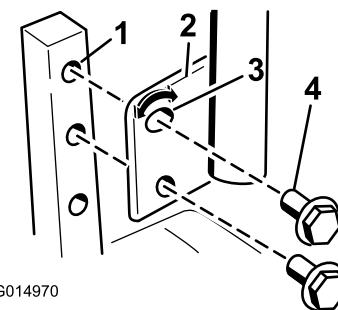

Figura 31
- Retire los 2 pernos y las 2 arandelas que sujetan la palanca de control al brazo de la palanca de control (Figura 31).
- Mueva la palanca al juego de taladros siguiente. Sujete la palanca con los 2 pernos y las 2 arandelas (Figura 31).